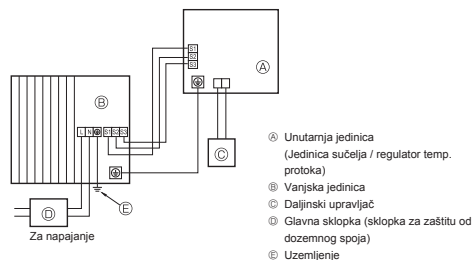
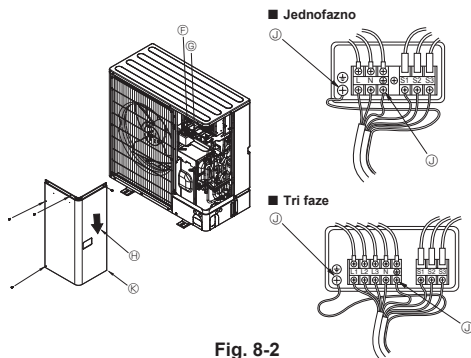

Fig. 8-1
Fig. 8-2
8.1. Vanjska jedinica (Fig. 8-1, Fig. 8-2)
- ① Uklonite servisnu ploču.
- ② Izvedite ožičenje kabela sukladno slikama Fig. 8-1 i Fig. 8-2.